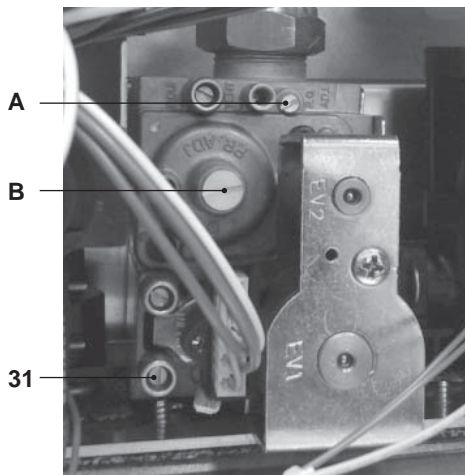

Figura 7.5
- A caldaia spenta (fuori servizio), controllare la pressione di alimentazione utilizzando la presa 31 in Figura 7.5 e confrontare il valore letto con quelli riportati nella tabella Pressioni di alimentazione gas nella sezione "Dati tecnici" pag. 27.
- Richiudere bene la presa di pressione 31 in Figura 7.5.
- Per tarare il **CO₂** della caldaia (pressione del gas al bruciatore) svitare completamente il tappo in ottone di protezione Be agire sulla vite a brugola \varnothing 4 mm sottostante Figura 7.5, girando in senso orario il **CO₂** aumenta.
- Se i due dati non coincidono agire sulla vite regolazione massimo RQ (Ain Figura 7.5) della valvola gas e tarare il CO_2 allo stesso valore riportato nella sezione "Dati tecnici" in tabella "Dati in sanitario" pag. 24 (modelli M160.1212 SV/..), pag. 27 (modelli M160.2525 SV/..) e pag. 30 (modelli M160.3030 SV/..). Girando in senso orario il CO_2 diminuisce.